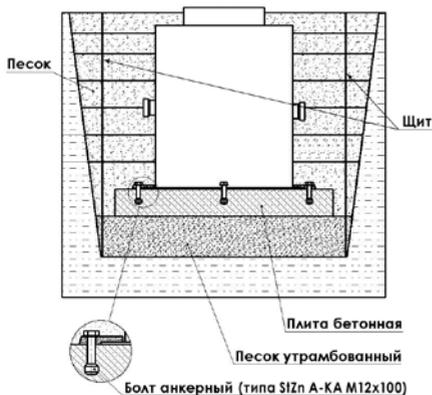

Рис. 3 Расположение бетонной плиты
дить подсыпку песком с уплотнением водой. Для предотвращения обрушения стен котлована их необходимо закреплять щитами с распорками по мере углубления, или производить отрывку котлована с устройством откосов. Заложение откосов зависит от типа грунта (см. рис.3).
- на заранее отлитую бетонную плиту на месте (см. рис.3)
- на готовую приобретенную бетонную плиту (см. рис.3)